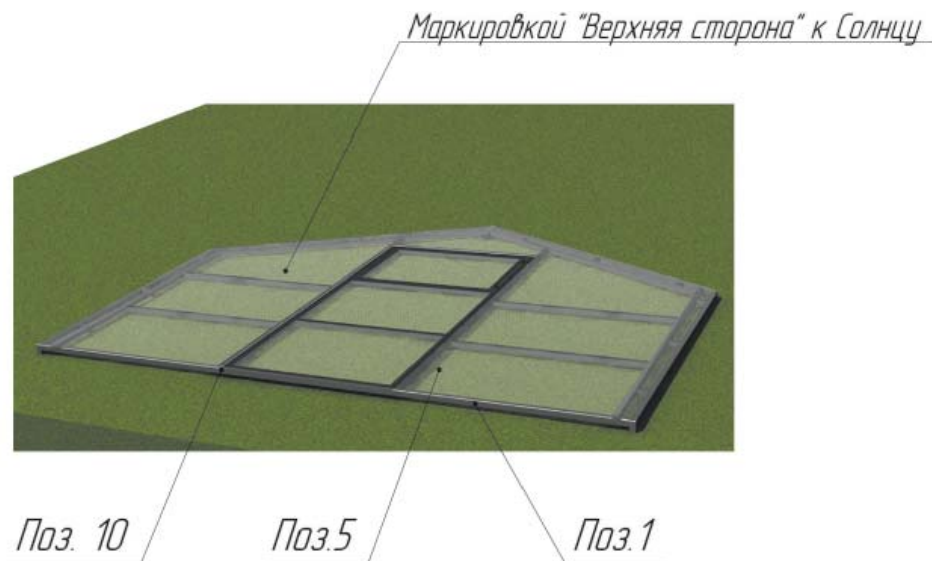

Рисунок 3 – Монтаж поликарбоната
3. Положить торцы с форточкой и дверью (Поз.1) на ровную поверхность так, чтобы форточка и дверь открывались вверх (рис.3). Снять прозрачную защитную пленку с внешней и внутренней стороны листа поликарбоната (Поз.5), расположить листы маркировкой «Верхняя сторона» к солнцу и прикрутить его саморезами (Поз.10) к Поз.1 (для облегчения монтажа можно предварительно просверлить отверстия в металле сверлом 3мм, либо прокрутить торец саморезами без поликарбоната). Строительным ножом отрезать лишнюю часть поликарбоната по внешнему контуру.